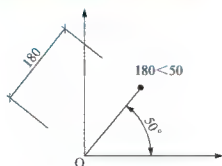

图 2.49 绝对极坐标
(1) 绝对极坐标：相对于当前坐标原点的极坐标值，绝对极坐标的输入方法为“长度<角度”，如输入“180<50”，结果如图 2.49 所示。